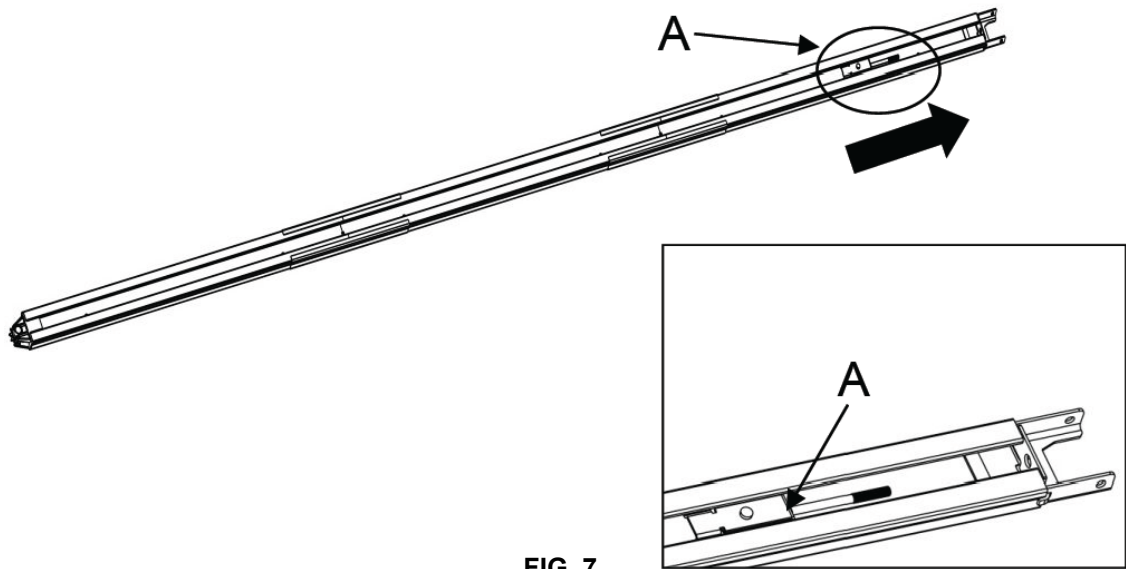

FIG. 7
- Como se ilustra en la Fig. 7, tirar de la varilla roscada "A" junto con la cadena interior hasta el extremo del carril superior.